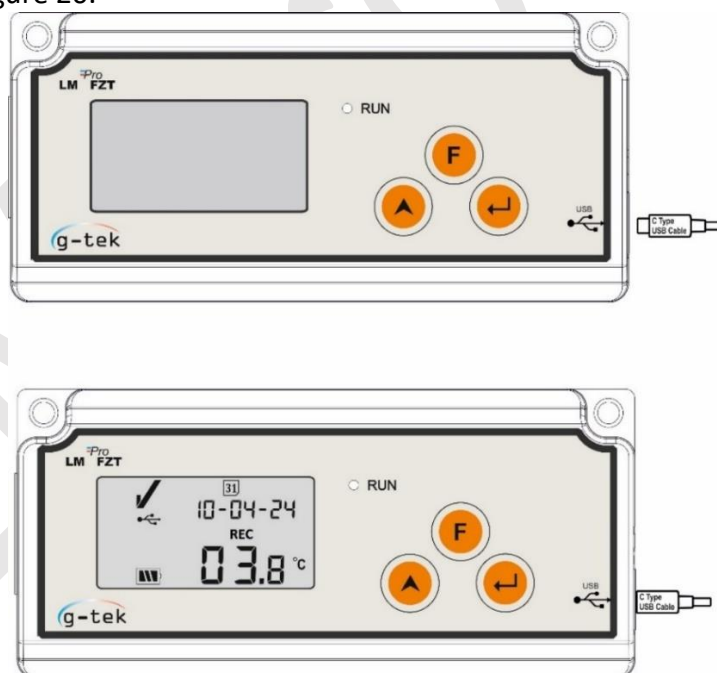

Figure 20 Fixation micro USB
- Connectez l'enregistreur de données LM^{Pro} FZT (Type-1) au PC via le câble USB, comme indiqué sur la figure 20.